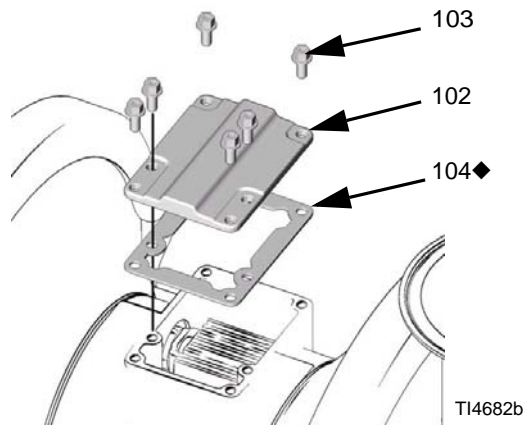

FIG. 12
- Allineare la guarnizione della valvola (104) e il coperchio (102) con i sei fori nel corpo centrale (101). Fissare con sei viti (103), utilizzando un cacciavite Torx (T20) o una chiave fissa a tubo da 7 mm (9/32 in.). Serrare a una coppia di 5,7-6,8 N•m (50-60 in-lb). Vedere FIG. 12.